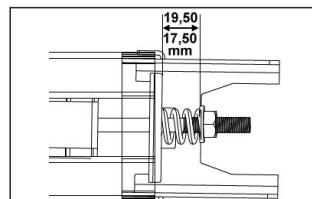

Fig 10
4. Como Fig. 10, Aprietas la tuerca dando tension a la cadena o correa, sin excesiba tension.